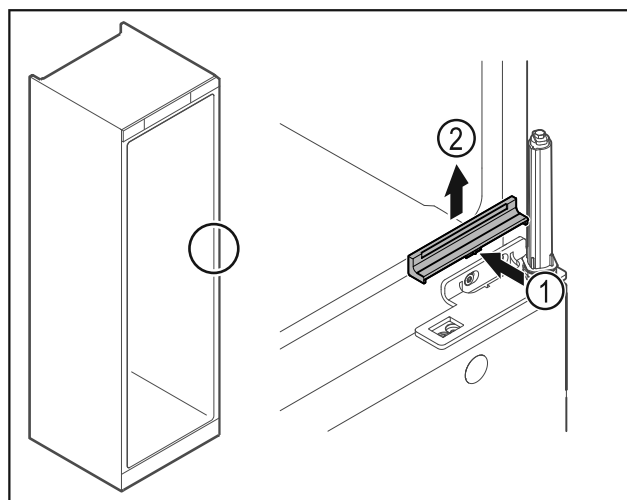

Fig. 31
- ▶ Tryk afdækningen Fig. 31 (1) let ind i midten, og tag den af op efter Fig. 31 (2).